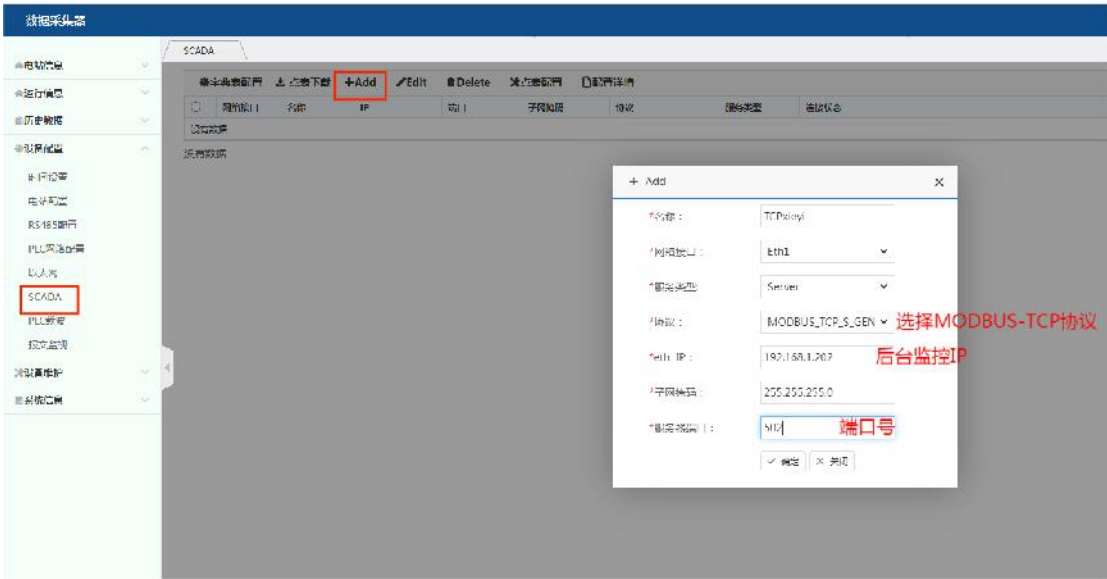

图 5.42
2.如图 5.42，完成 Modbus-TCP 协议添加，注意：后台监控 IP 需与所连接 ETH 口 IP 为同一网段。